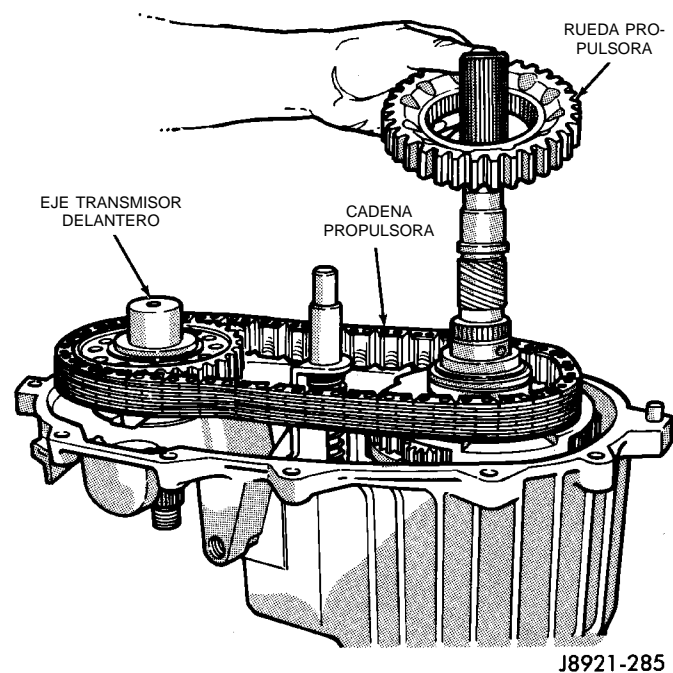

Fig. 83 Instalación de la cadena y rueda propulsoras
- (1) Instale el eje transmisor delantero (Fig. 83).
- (2) Instale la cadena propulsora (Fig. 83). Engrane la cadena con los dientes de la rueda del eje transmisor delantero.
- (3) Instale la rueda propulsora (Fig. 83). Engrane los dientes de la rueda propulsora con la cadena.